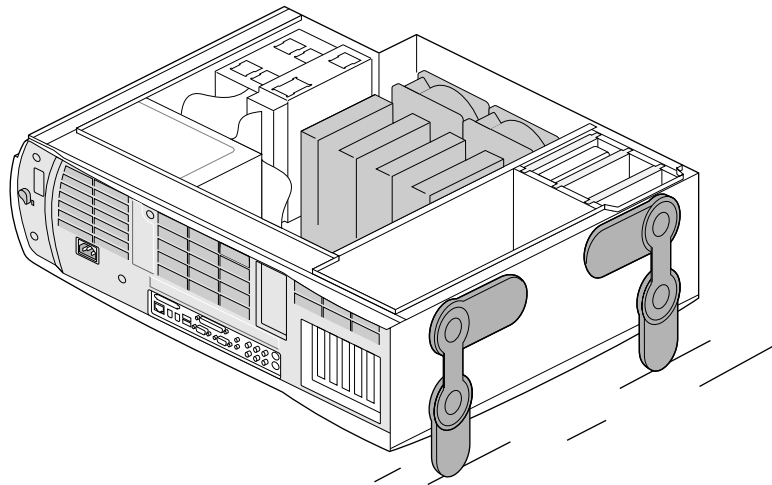

Figure 2-5 Pose du système sur le côté
La pose du système sur le côté est conseillée pour l'installation de processeurs et de régulateurs de tension, de barrettes mémoire et du câble d'alimentation. Vous pouvez également poser le système sur le côté pour une meilleure visibilité et un meilleur agencement des câbles (voir Figure 2-5). Pour cela, effectuez les opérations suivantes :
4. Une fois cette opération terminée, faites pivoter les deux pieds inférieurs en direction du sol pour stabiliser le système au cours de la manipulation que vous allez effectuer (voir Figure 2-5).